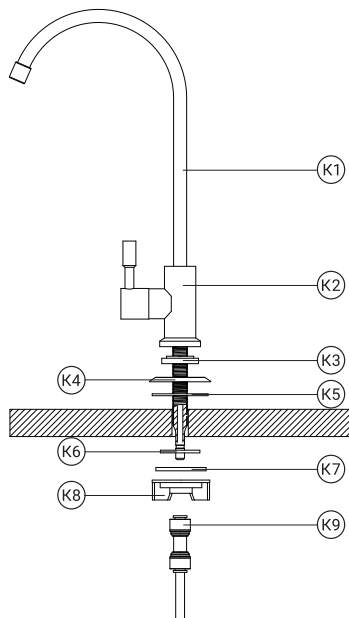

Рис. 15
2. Произведите монтаж крана (рис. 15) в следующей последовательности:
4. Фитинг 1/4" вместе с установленной в него трубкой подключите к штоку крана чистой воды (см. раздел «Присоединение трубок» и рис. 15).